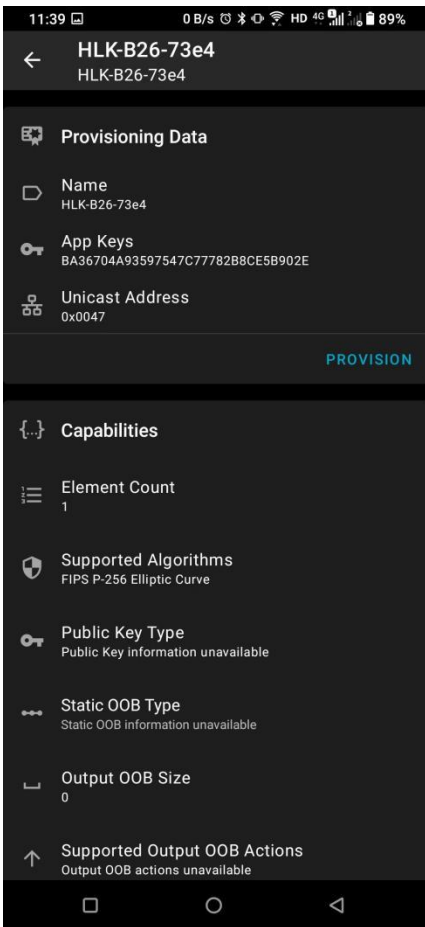
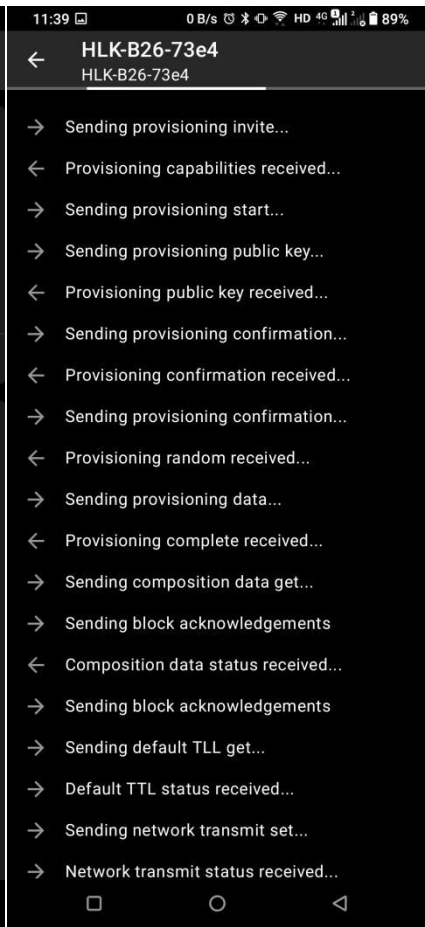
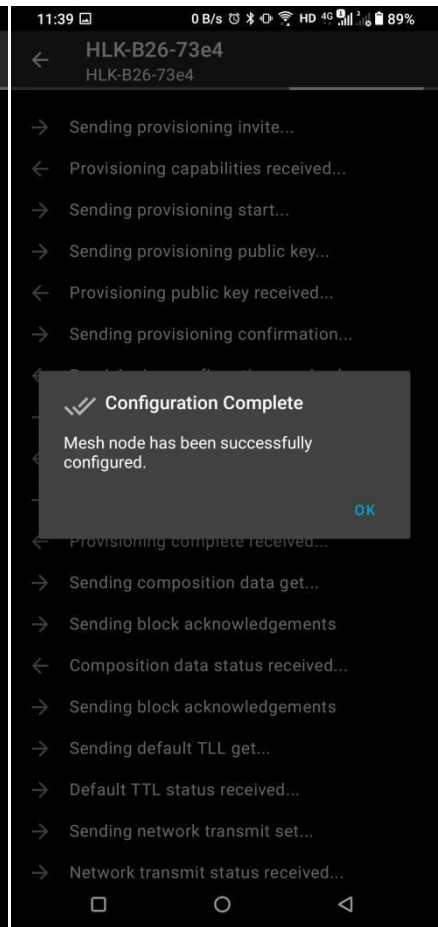

图4
图5
图6
2) 点击图4的“PROVISION”开始配网，配网过程如图5，图6为配网完成；